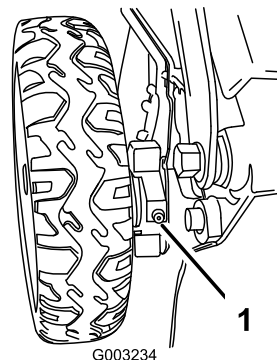

Figure 41
1. Essayez les graisseurs situés juste à l'intérieur des roues arrière avec un chiffon propre (Figure 41).